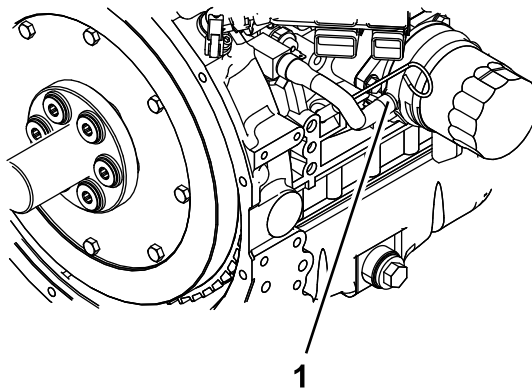

Bild 53
6. Entfernen Sie den Kühlmittelschlauch vom Ölkühler und lassen Sie das Kühlmittel aus dem Motorblock ab (Bild 53).